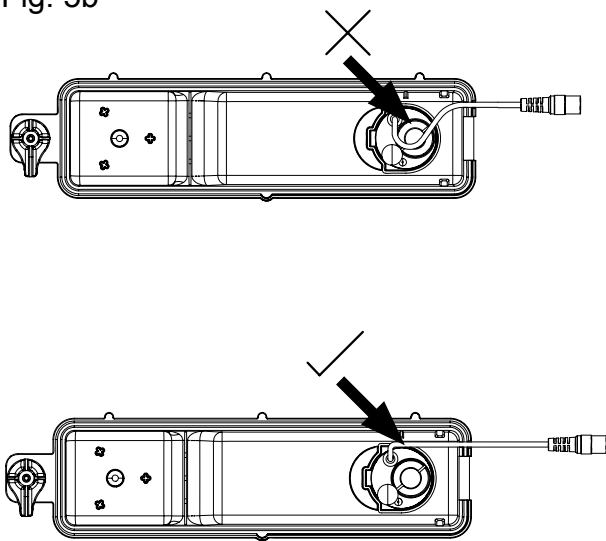

Fig. 6
8. Setzen Sie den Verneblerdüse wieder ein. Drehen Sie die Stifte um 90 Grad, um den Ausguss zu befestigen. (Abb. 6)